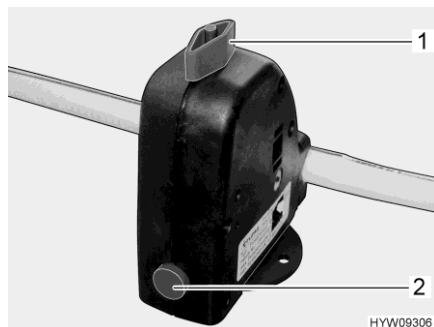

Fig. 102 Valvola di sicurezza/di scarico (Truma)
- Chiudere la valvola di sicurezza/di scarico (Truma). A tal fine ruotare la manopola (Fig. 102,1) verticalmente rispetto alla valvola di sicurezza/di scarico e premere verso l'interno il bottone automatico (Fig. 102,3).